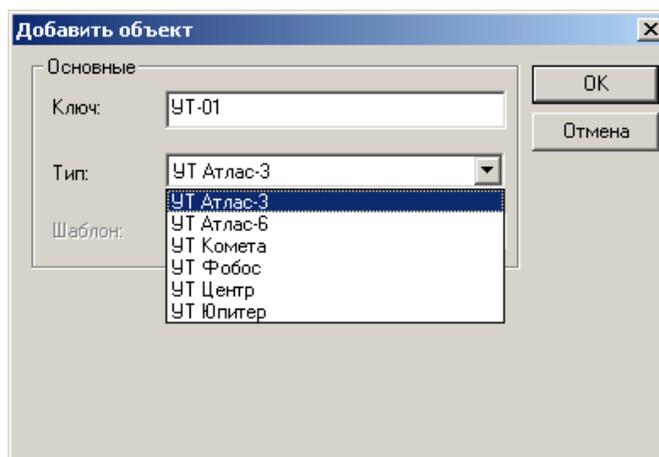

Рисунок 5.20. Выбор типа УТ
После добавления АТС появляется возможность добавления на свободные УТ требуемого типа (рисунок 5.20). УТ могут вводиться в любой последовательности. Тип каждого устройства в конфигурации никак не связан с соседними устройствами.
1. В окне **Панель управления** выделите ячейку, в которую будет добавлена УТ. Вызовите контекстное меню, нажав клавишу **Пробел** или щелкнув правой кнопкой мыши. Будет открыто окно добавления объекта (рисунок 5.20).